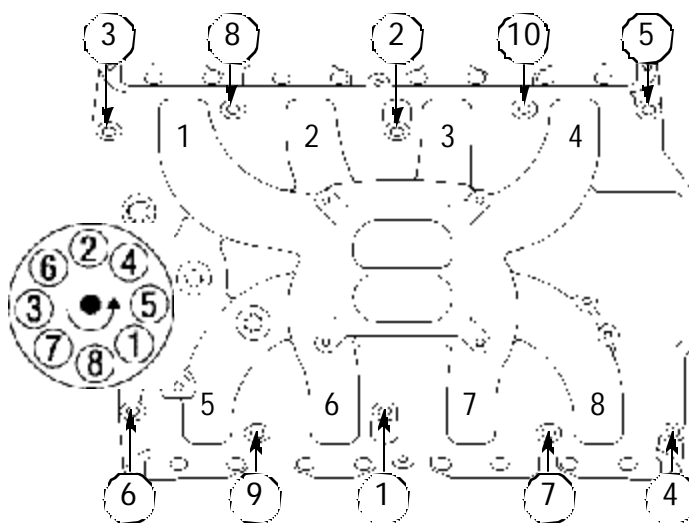

Figure 1 - Séquence de couple de la Ford 326-428 FE
- 5) Installez le collecteur d'admission et les boulons de fixation. Couplez tous les boulons du collecteur en deux étapes, selon la séquence illustrée à la figure 1 jusqu'à 16,6 m/kg. Quand vous resserrez les boulons du collecteur d'admission, le distributeur doit être installé en position correcte. Il faut veiller à ce que le distributeur soit centré dans le trou du collecteur d'admission de façon à pouvoir l'enlever correctement et le réinstaller après avoir resserré les boulons du collecteur d'admission.